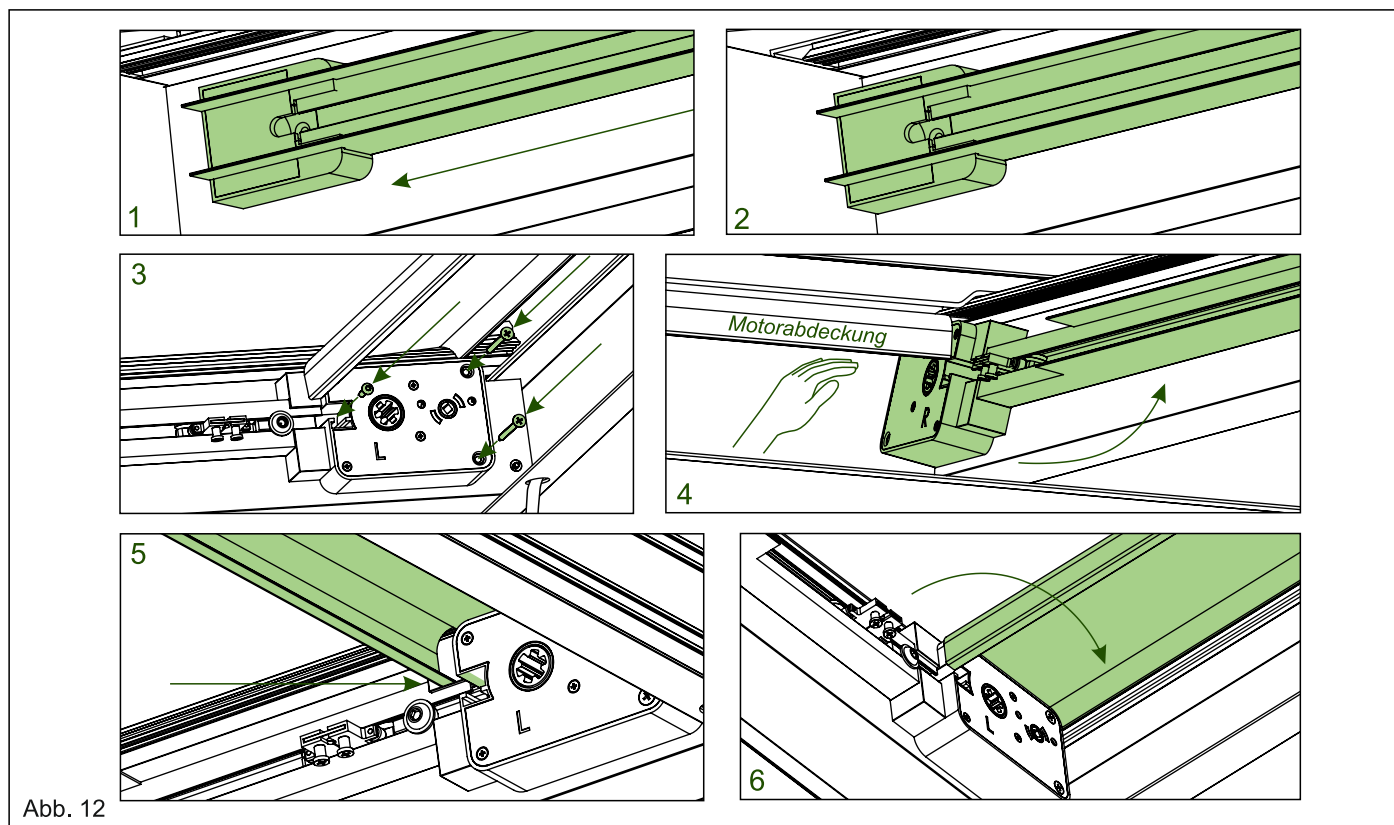

Abb. 12
- 13. 1-2.** Schieben Sie die Linke Schiene bis an das Rinnenprofil runter. **Hinweis:** Falls sich die Motorhalterung nicht problemlos einsetzen lässt, können Sie die Schienenhalterung leicht lockern, um den Einbau zu erleichtern. **3.** Befestigen Sie die Linke Motorhalterung mit jeweils drei Schrauben an den Trägern. Das äußere Ende der Motorhalterung wird mit zwei Senkkopfschrauben (4,2 x 50 mm) befestigt, auf der Innenseite wird eine Torx Schraube (4,2 x 19 mm) benutzt. **4.** Heben Sie Die Motorabdeckung an und setzen Sie die Rechte Schiene ein. Wiederholen sie die gleichen Schritte für die Rechte Schiene. **5-6.** Setzen Sie die Motorabdeckung mit der unteren Kante (5) an die Motorhalterungen an und rasten Sie die Motorabdeckung auf den Motorhalterungen ein (6). (Siehe Abb. 12)